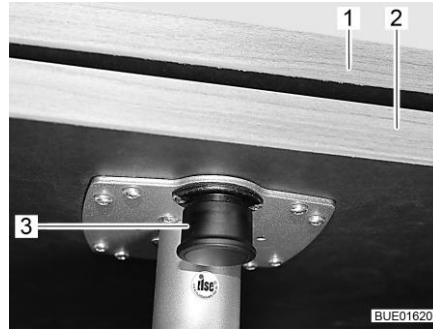

Fig. 130 Prolongación de mesa giratoria hacia fuera
- Tirar el botón (Fig. 130,3) del bloqueo hacia abajo y girar la prolongación de la mesa (Fig. 130,2) hacia fuera.
- Girar la prolongación de mesa (Fig. 130,2) debajo del tablero de la mesa (Fig. 130,1) hasta que se oiga engatillar el bloqueo.